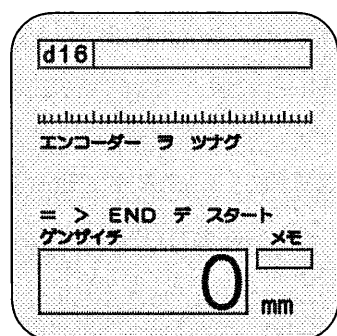

図31
- □ スキャンニングにカーソルを合わせSTARTキーを押してください。図31が表示されます。